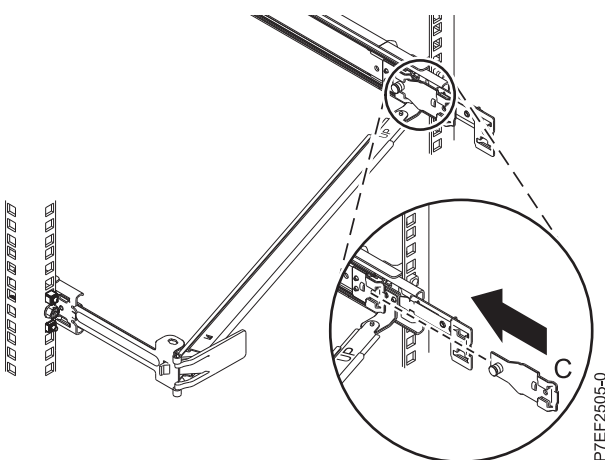

Figura 14. Instalación del soporte de montaje en el riel deslizante
6. Conecte la pieza de sujeción de tope de portacables (**B**) a la ranura en la parte interior del lado izquierdo deslizante la pieza de sujeción de tope (**B**) en el riel deslizante hasta que el pestillo accionado por resorte quede fijado. Para obtener detalles, consulte la Figura 14.